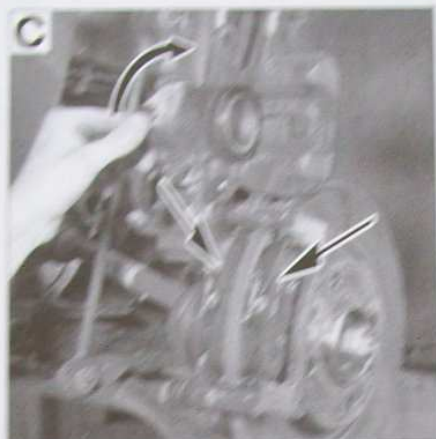

FIG. 3
• Déposer l'étrier vers le bas en (C) (Fig. 3).